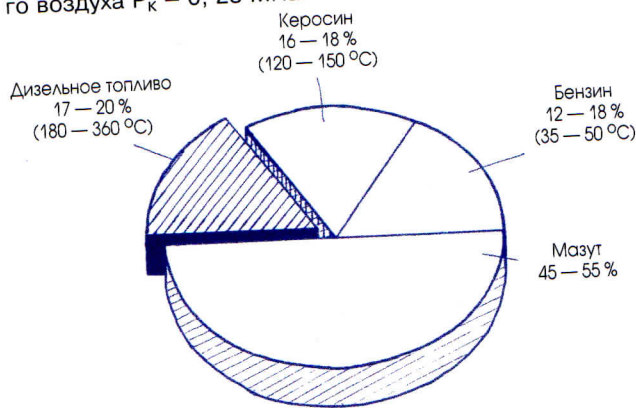

Рис. 2. Состав сырой нефти
**Дизельное топливо** — это продукт перегонки органического топлива (сырой нефти). При его нагревании постепенно испаряются различные фракции. При температурах 35 — 50 °С из нефти сначала отделяется самая легкая фракция — бензин, который служит топливом для карбюраторных ДВС (двигателей Отто). Бензин составляет примерно 12 — 18 % исходной массы нефти (рис. 2). Затем при температурах 120 — 150 °С испаряется керосин и при температурах 180 — 360 °С — дизельное топливо. Доля дизельного топлива в исходной нефти составляет 17 — 20 %. Оставшаяся часть нефти (45 — 55 %) — мазут.